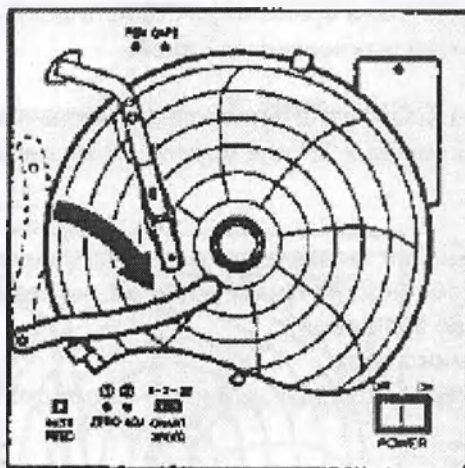

Рис. 3
(1) Слегка поднимите кончик подъемника чернильного пера и снимите его со стопора. Затем поверните по часовой стрелке, как показано на Рис. 3.